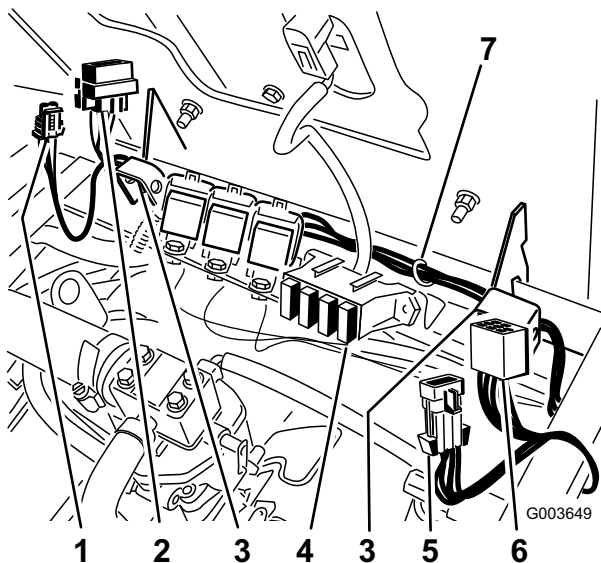

Bild 32
3. Verlegen Sie den Kabelbaum vom Schalter entlang des Sitzscharniers bis zum vorher am Ventil montierten Relais (Bild 32).
Setzen Sie die Sicherung in die rechte Fassung im Sicherungsblock ein (Bild 32).